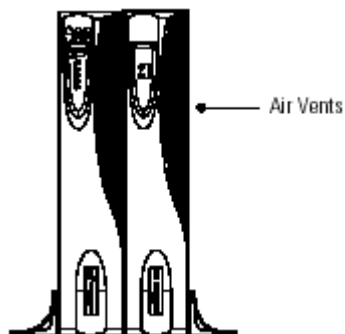
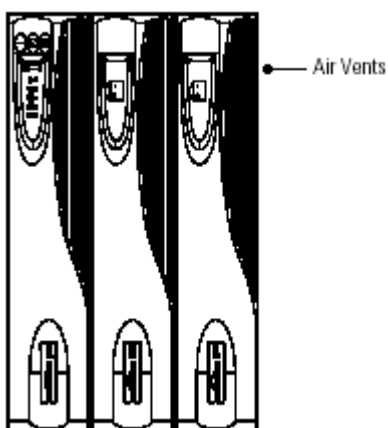

Рисунок 9. Два устройства с ножками
Рисунок 10. Вертикальная установка трех устройств
8. Аккуратно переместите устройства в вертикальное положение, таким образом, чтобы вентиляционные отверстия были расположены сверху (см. рис.9 или рис.10).